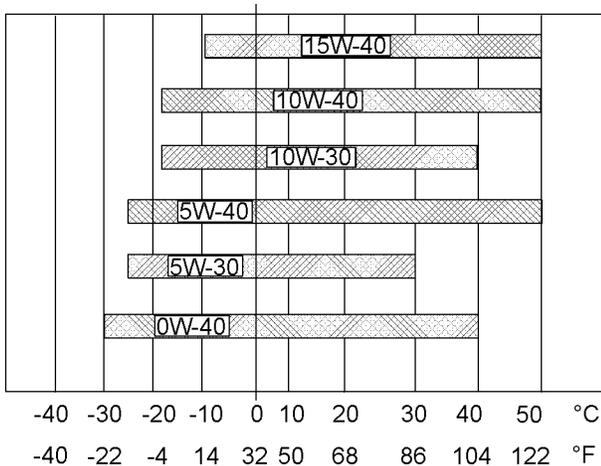

Ilustración 27
Consulte la ilustración 27 (temperatura mínima) con el fin de determinar la viscosidad necesaria del aceite para arrancar un motor frío.
- Consulte la publicación "Viscosidades de lubricantes" apropiada. Consulte la ilustración 27 para encontrar el grado correcto de viscosidad del aceite para el motor.